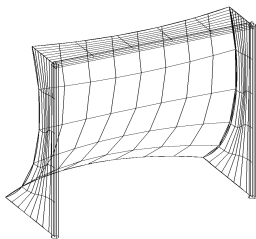

图 11-1 足球门
利用前面学过的三维网格绘制的基本方法，绘制如图 11-1 所示的足球门。
(10) 用同样方法的绘制另两个圆柱体网格图元，底面中心点分别为 $(0,0,-300)$ 和 $(0,260,0)$ ，底面半径都为 5，轴端点分别为 $(@0,260,0)$ 和 $(@0,0,-300)$ ，最终效果如图 11-1 所示。